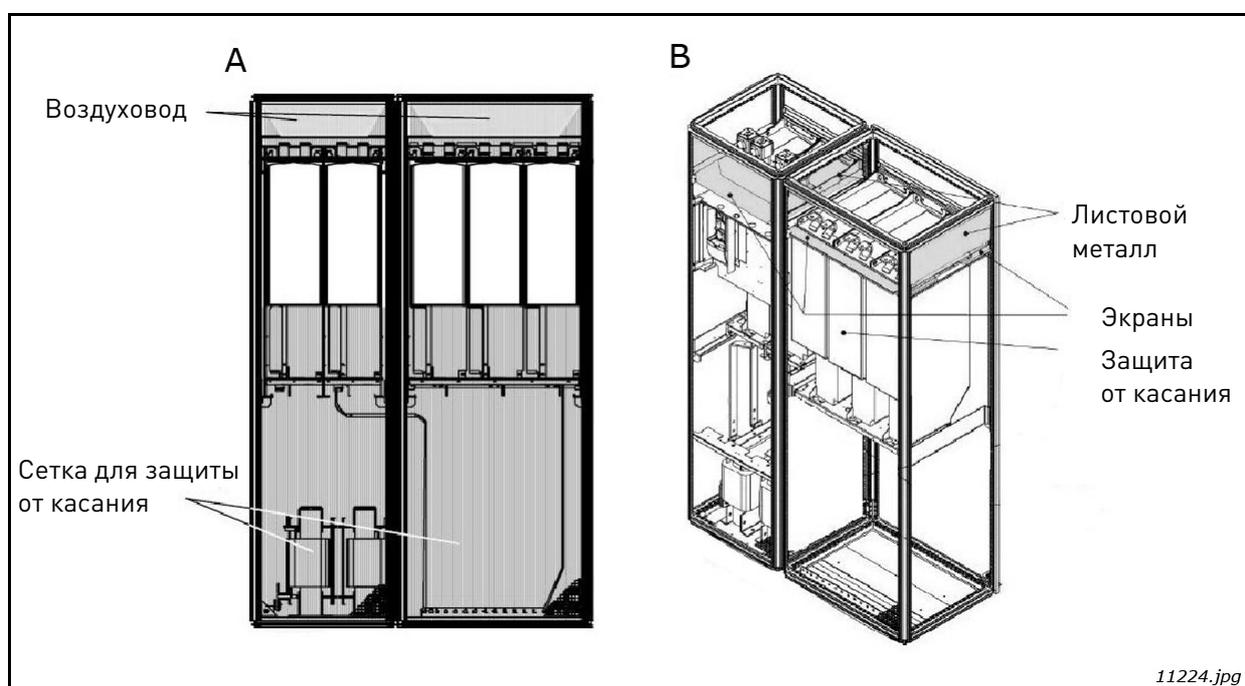

Рис. 37. Направляющие для циркуляции охлаждающего воздушного потока внутри шкафа
- A. Установка закрытого воздуховода между блоком питания и выпускным отверстием вверху корпуса (вариант А на Рис. 37).
- Установка экранов в проемах между блоком питания и стенками шкафа (вариант В на Рис. 37).